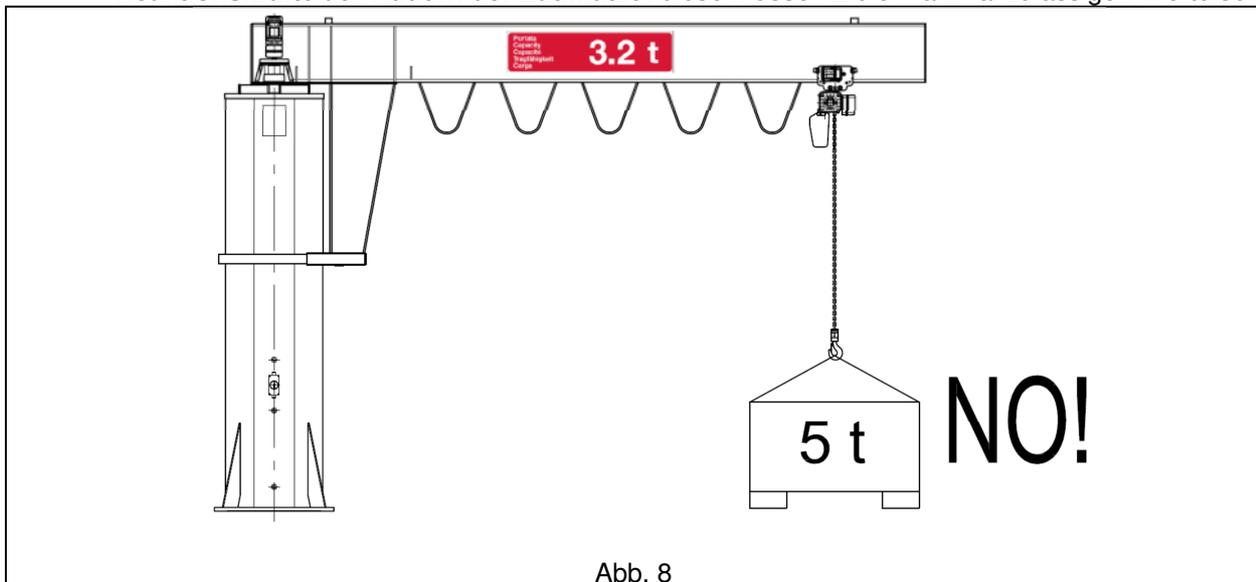

Abb. 8
- Die Eigenschaften der Hubeinheit (Zug/Laufkatze), sofern diese nicht Teil der Lieferung ist, mit denen des Auslegerkrans (siehe Punkt 2.2.6) kompatibel sind: (siehe Abb. 8)